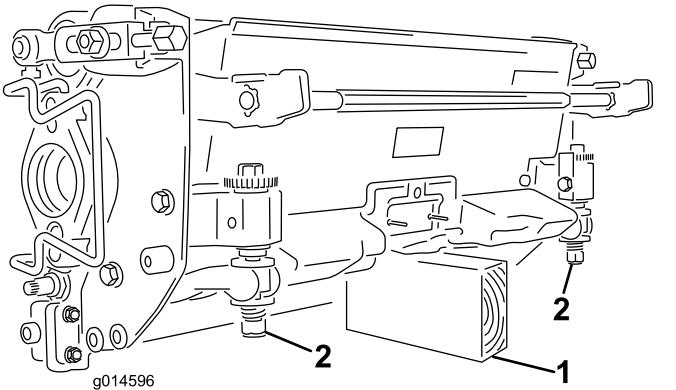

Bild 44
**Wichtig:** Wenn Sie die Schneideeinheit kippen müssen, stützen Sie das Heck der Schneideeinheit ab, um sicherzustellen, dass die Muttern an den Einstellschrauben des Untermesserträgers nicht auf der Arbeitsfläche aufliegen (Bild 44).